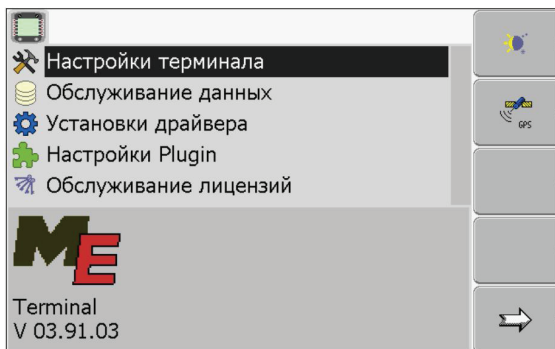

Рисунок 3.12 – Шаблон Service
Появляется следующий шаблон (рисунок 3.12).
1. Вызвать приложение **Service** (рисунок 3.12).